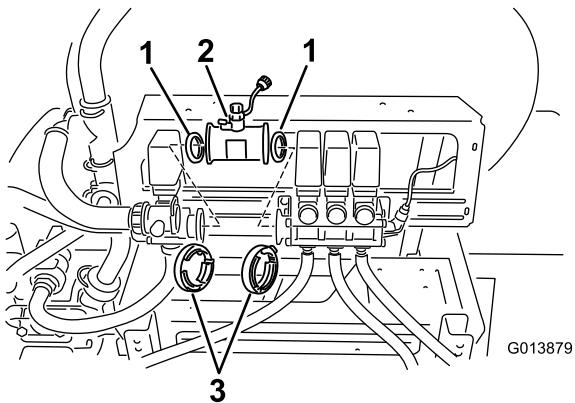

Figura 6
- Instale o fluxímetro alinhado entre os conjuntos da válvula de agitação e válvula da rampa com a seta do fluxo virada para as três válvulas da rampa (Figura 6).
- Instale a junta existente no lado do fluxímetro que corresponde à válvula de agitação (Figura 6).